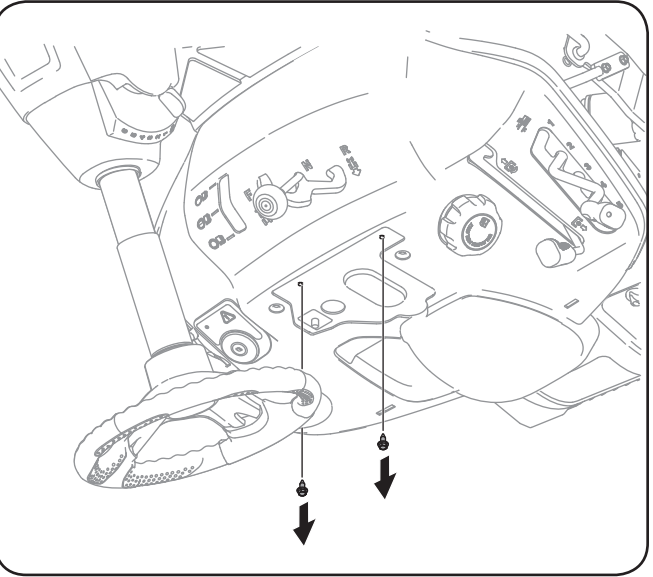

Figure 3-5
2. Utilisez une clé à cliquet de 1/4 po avec un 3/8 po femelle enlevez les deux vis auto-taraudeuses qui ont été installées à l'usine. Voir la Figure 3-5.